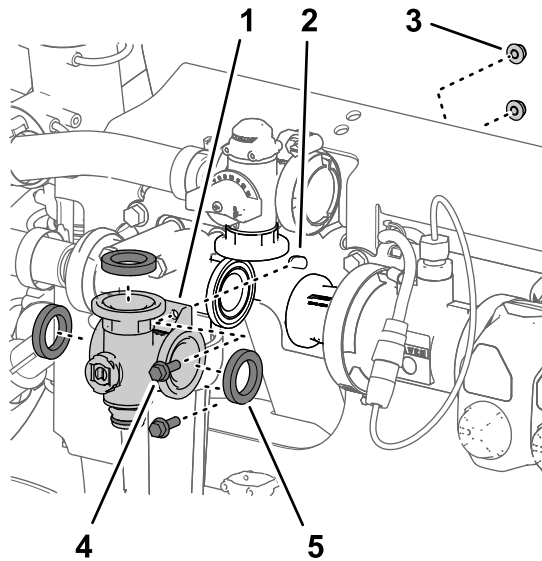
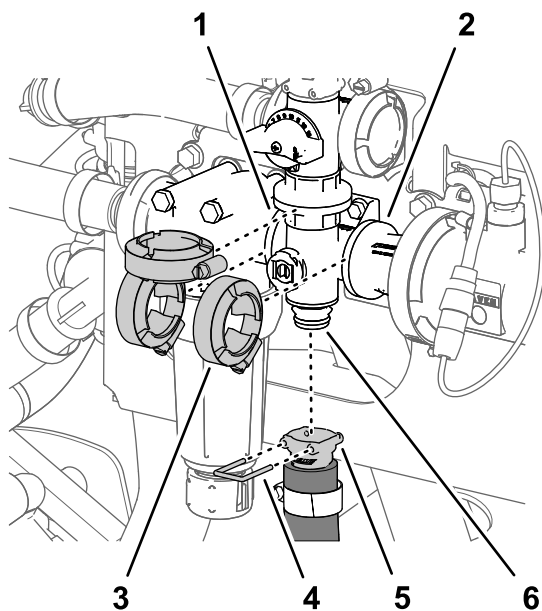

图 120
图 121
1. 将搅拌阀歧管凸缘、3 个垫片与搅拌旁通阀、压力式滤头和耦合适配器的凸缘对齐 图 120 和 图 121。
2. 用在 拆下搅拌歧管阀 \(页码 62\) 中卸下的 3 个法兰夹具将搅拌阀歧管松松固定至搅拌旁通阀、压力式滤头和耦合适配器 图 121。
5. 用手拧紧 3 个法兰夹具 图 121。
6. 用快速连接销将搅拌软管的快速连接耦合器安装到搅拌阀歧管的快速连接接头上 图 121。